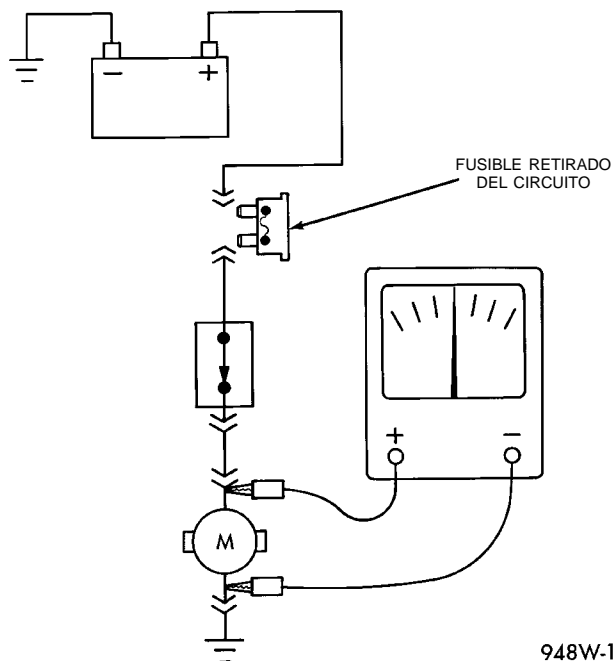

Fig. 9 Prueba de continuidad
- (1) Retire el fusible del circuito que está siendo verificado o desconecte la batería.
- (2) Conecte un conductor del ohmímetro a un lado del circuito que está siendo verificado (Fig. 9).
- (3) Conecte el otro conductor al otro extremo del circuito que está siendo verificado. Una resistencia baja o inexistente significa buena continuidad.